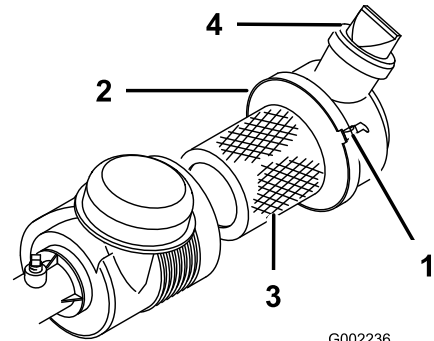

图38
检查空气滤清器壳体是否有可能导致空气泄漏的损坏。确保防尘盖紧密密封在空气滤清器上。更换损坏的空气滤清器壳体。每次使用之前挤压阀（图38）、清除灰尘和杂物。每使用 100 小时后均需维护空气滤清器。
3. 松开空气滤清器箍带（用于将空气滤清器盖紧固到空气滤清器壳体上）、从壳体上拆下盖子（图38）。
7. 箍紧箍带（图38）。
4. 装回盖子、使阀门朝下、然后使用箍带箍紧盖子（图38）。